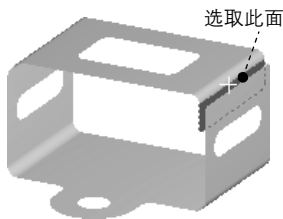

图 7.6.53 选取接触面参考
(1) 选择命令。在“Outline”窗口中选中 **Connections** 并右击, 在弹出的快捷菜单中选择 **Insert** **Manual Contact Region** 命令, 弹出定义接触参数对话框。
(2) 定义接触面。选取图 7.6.53 所示的面为接触面参考, 单击 **Contact** 文本框后的 **Apply** 按钮, 然后在定义接触参数对话框中的 **Contact Shell Face** 下拉列表中选择 **Top** 选项, 完成接触面定义。